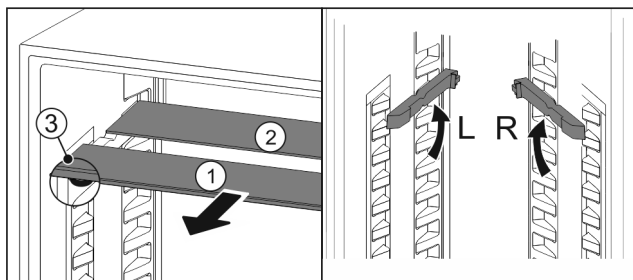

Fig. 158
- estrarre i ripiani di vetro singolarmente tirando in avanti Fig. 158 (1).
- ▶ Il piano in vetro Fig. 158 (1) con il motivo ornamentale è nella parte anteriore.
- ▶ I fermi Fig. 158 (3) sono rivolti verso il basso.